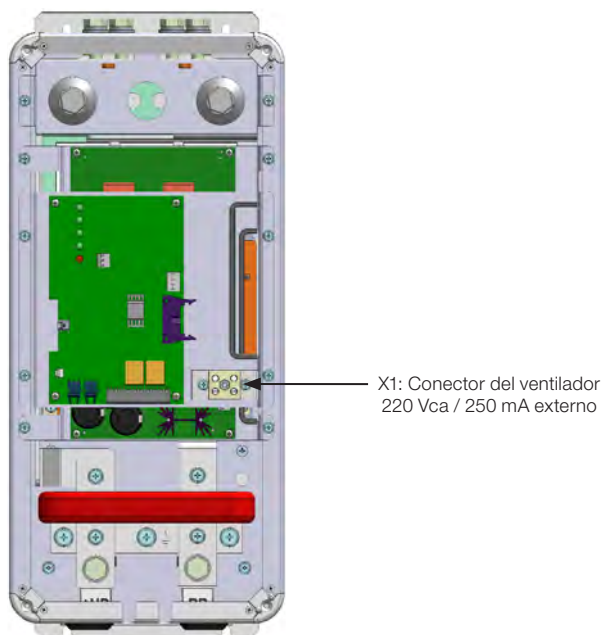

Figura 3.8: Conector X1
- X1: Entrada de alimentación auxiliar para ventilador (220 Vca / 250 mA), ver figura 3.8.